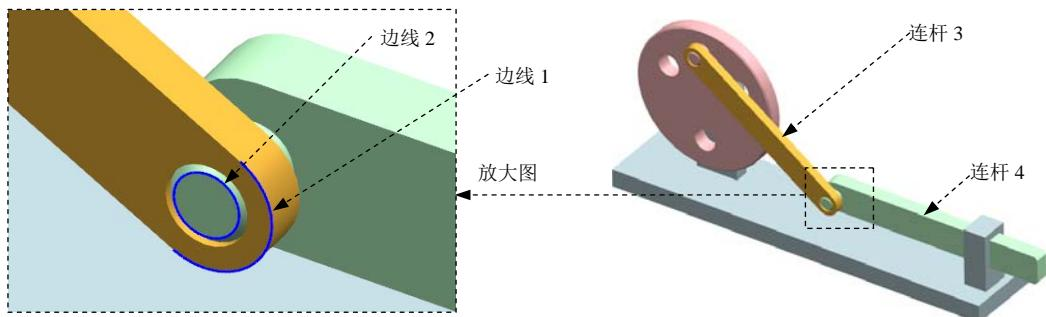

图 3.5.4 定义连杆 3 和连杆 4 中的共线副
(1) 选择下拉菜单 **插入(S)** → **运动副(I)...** 命令, 系统弹出“运动副”对话框; 在“运动副”对话框 **定义** 选项卡的 **类型** 下拉列表中选择 **共线** 选项; 在模型中选取图 3.5.4 所示的连杆 3 中的边线 1 为参考, 系统自动选择连杆、原点及矢量方向。
(2) 在“运动副”对话框 **基本** 区域中选中 **啮合连杆** 复选框; 单击 **基本** 区域中的 **\*选择连杆 (0)** 按钮, 在模型中选取图 3.5.4 所示的连杆 4 中的边线 2 为参考。
(3) 单击 **确定** 按钮, 完成共线副的创建。